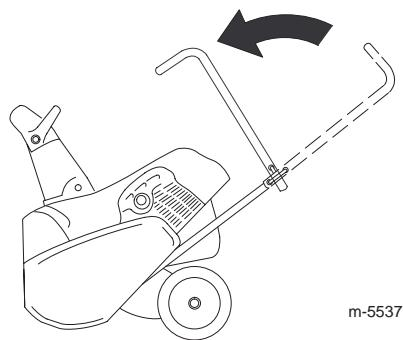

Figure 29
2. Positionnez la partie supérieure du mancheron comme illustré à la Figure 29.